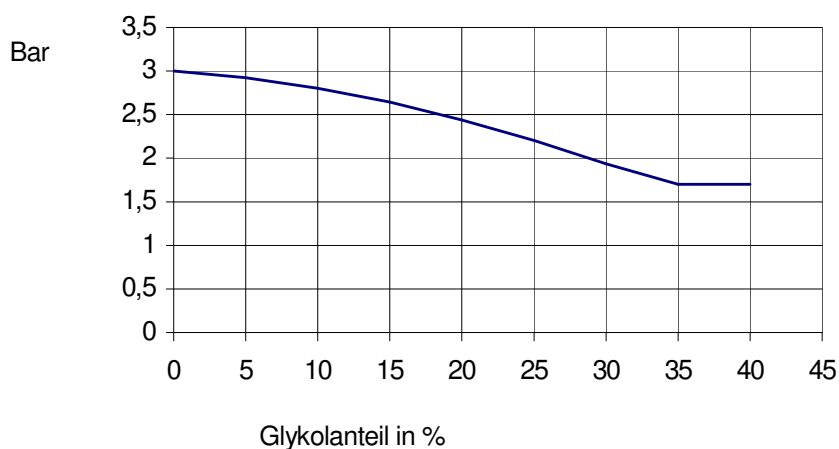

Abb. 8, Niederdruckstörungswerte
Abb. 8 stellt den Zusammenhang zwischen den Werten, bei denen (nach einer gewissen Zeitverzögerung) eine Niederdruckstörung festgestellt wird, und dem verwendeten Glykolanteil im sekundären Kältekreislauf dar.
** = Bei Verwendung eines Glykolgemischs s. Abb. 8 (vorhergehende Seite)